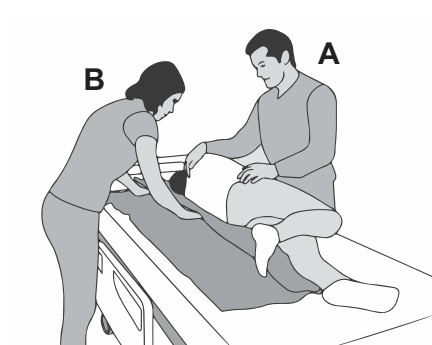

Figure 5
5. (Zorgverlener B) Plaats het glijzeil onder de zorgvrager. (**See Figure 5**) Plaats bij kortere glijzeilen het glijzeil onder het lichaamsdeel dat wordt bijgesteld.